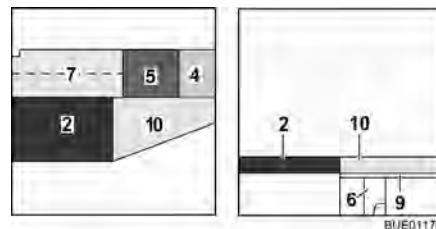

Fig. 120 Dopo la trasformazione
- Posizionare il cuscino del divano (Fig. 120,5) al centro.
- Posizionare il cuscino dello schienale (Fig. 120,4) tra il cuscino del divano e la parete.
- Posizionare il cuscino aggiuntivo (Fig. 120,10) sull'allargamento letto.